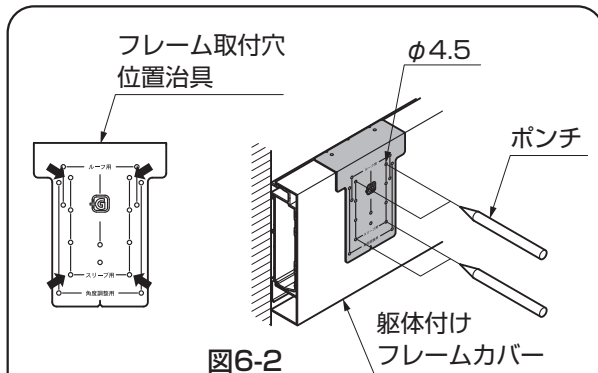

図6-2
- ① フレーム取付穴位置治具を躯体付けフレームカバーに当て、ケガキ、ドリルでφ4.5の穴をあけてください。(図6-2参照)
- ② スリーブを躯体付けフレームに【13-2】で取付けてください。
- ③ フレームをスリーブに【13-1】、フレーム取付金具で取付けてください。